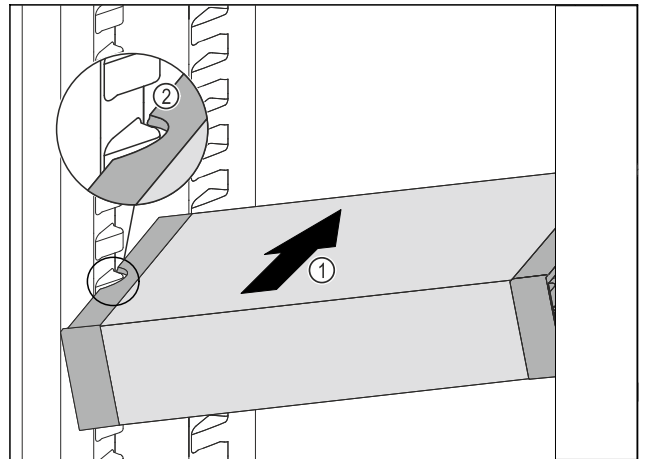

Fig. 106
- Inserire VarioSafe ad angolo nel vano frigorifero Fig. 106 (1), fino a quando le cavità laterali Fig. 106 (2) di VarioSafe non si trovano al livello della nervatura del contenitore nel vano frigorifero.